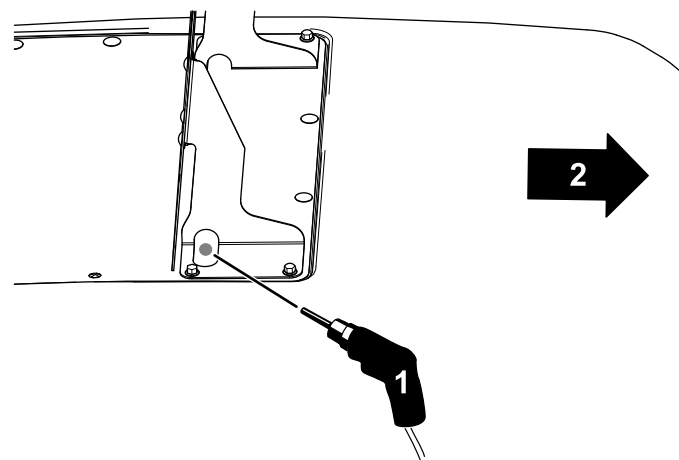

Figura 31
11. Efectuai o gaură ($\frac{1}{2}$ ") prin sita capotei pentru dirijarea cablajului (Figura 31).